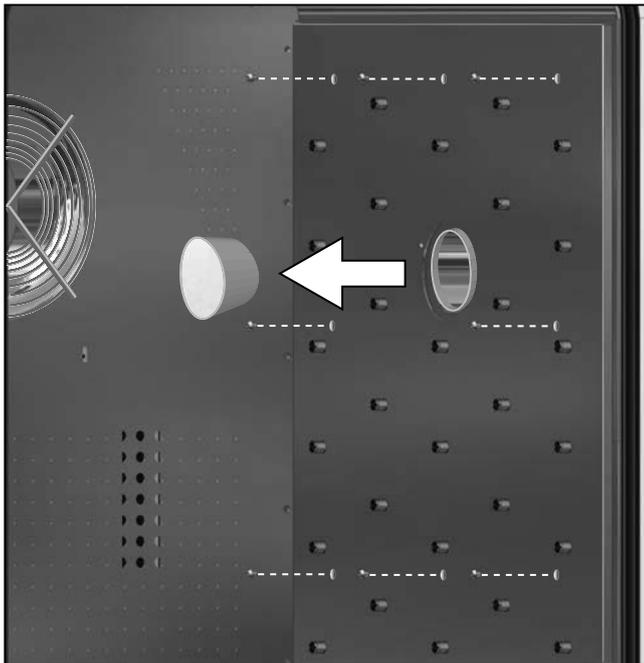
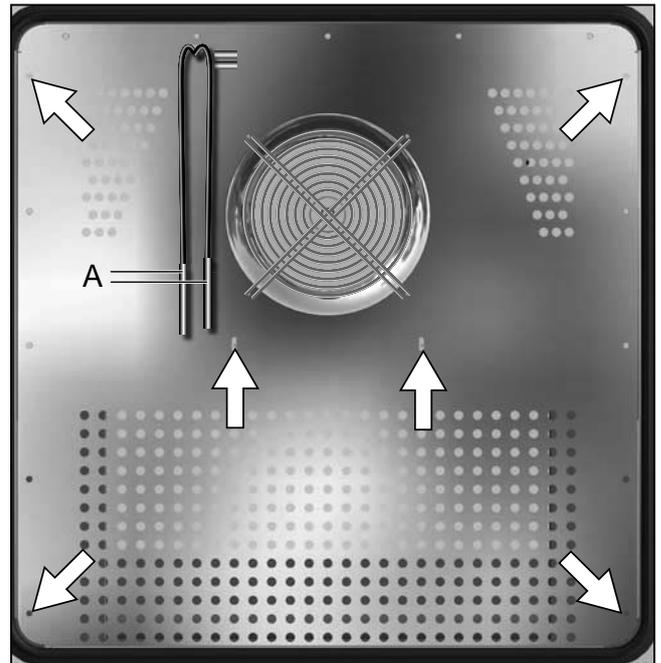

Abb. 35
Abb. 36
1. Silikonstopfen herausziehen, jeweils 8 Innensechskantschrauben der linken und der rechten Seitenwand entfernen und Wände herausnehmen (Abb. 35).
2. Beide Temperaturfühler aus ihren Halterungen ziehen und herabhängen lassen (Abb. 36, A).
3. Prüfkammer-Rückwand demontieren; dazu 4 Schrauben an den Ecken und 2 Schrauben unter dem Lüfter entfernen und Blech schräg herausziehen (Abb. 36). Dabei darauf achten, dass die Temperaturfühler durch den Ausschnitt im Blech geführt werden und im Innenraum verbleiben.
5. Nach der Reinigung Prüfkammer-Rückwand schräg in die Prüfkammer schieben. Dabei die beiden Temperaturfühler durch den Ausschnitt oben im Blech fädeln (Abb. 36, A).
7. Temperaturfühler (A) in ihre Halterungen stecken.
8. Seitliche Innenraumbliche rechts und links einsetzen und mit jeweils 8 Schrauben befestigen (Abb. 35). Silikonstopfen wieder einsetzen.